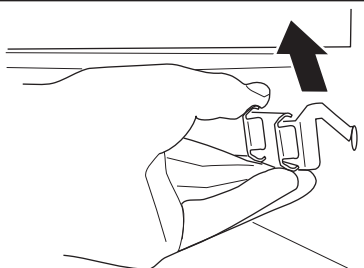

Fig. 6.8
5. Una vez que haya terminado, enganche los rieles laterales nuevamente en los lados de la cámara. Jale los rieles telescópicos hacia afuera y ajuste la charola de la asadera en estos rieles, cerciorándose de ubicar los lugares recortados en las pestañas correderas telescópicas (**Fig. 6.8**).